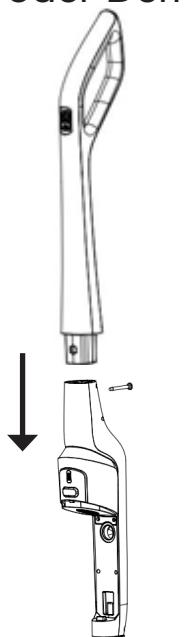

Abb. 1
1. Schieben Sie den Stab (4) in das Gerätgehäuse (19). Stecken Sie dann die Schraube in die Rückseite des Stabs und ziehen Sie diese im Loch wie in Abb. 1 angegeben fest.